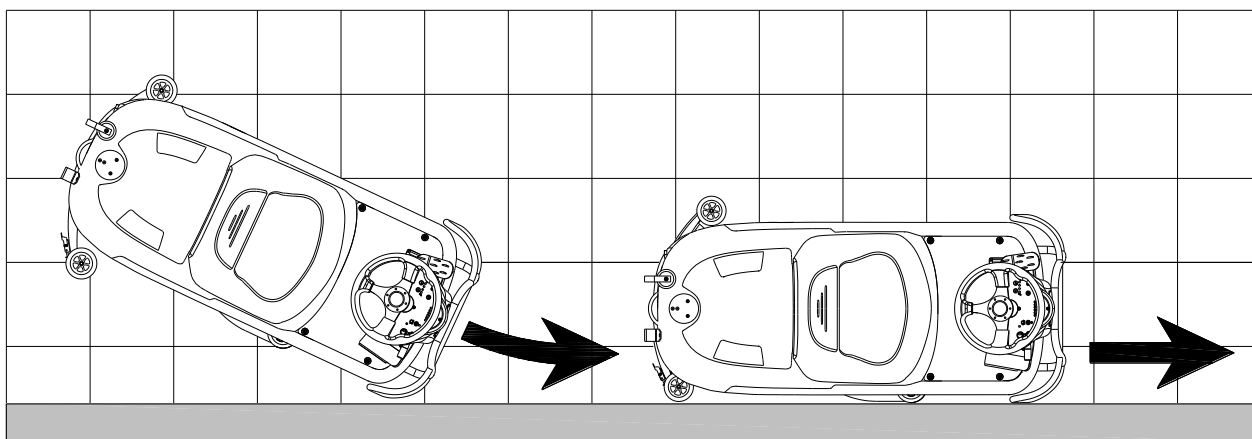
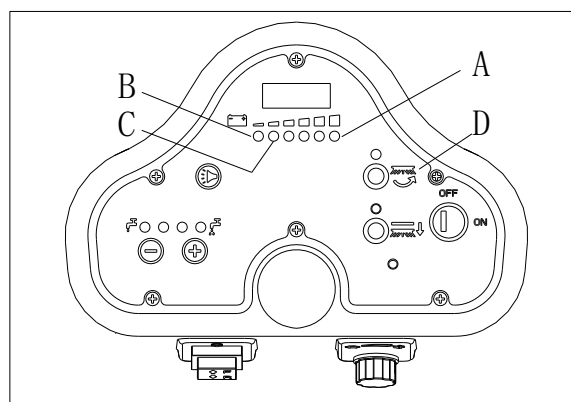

Figura 11
Figura 12
Per un corretto lavaggio/asciugatura del pavimento lungo le pareti, suggeriamo di avvicinarsi alle pareti con il lato destro (lato della ruota paracolpi) della macchina come mostrato in Figura 11.
Quando la luce verde (A, Figura 12) è accesa, le batterie hanno abbastanza potenza perché la macchina funzioni normalmente; quando tutte le luci verdi sono spente, si accende la luce gialla (C, Figura 12), la potenza delle batterie è troppo bassa, si prega pertanto di ricaricare le batterie; quando la luce rossa (B, Figura 12) lampeggia, le batterie si sono scaricate, il motore di aspirazione e il motore delle spazzole si spegneranno automaticamente dopo pochi secondi; si prega di guidare la macchina a ricaricare le batterie immediatamente.
Se il sistema di aspirazione si spegne accidentalmente (per esempio, quando il galleggiante è attivato a causa di un improvviso movimento della macchina), per riprendere il funzionamento: spegnere il sistema di aspirazione premendo l'interruttore (D, Figura 12), quindi aprire il coperchio (A, Figura 11) e verificare che il galleggiante dentro la griglia (B) sia sceso a livello dell'acqua. Quindi chiudere il coperchio (A) e accendere il sistema di aspirazione premendo l'interruttore (D, Figura 12).
2. Sollevare la testata spazzole/disco trascinatore (H, Figura 12) premendo il pedale (G).
3. Sollevare il tergilavaggio con la leva (H).
5. Svuotare l'acqua di recupero con il tubo (D). Quindi, sciacquare il serbatoio con acqua pulita.